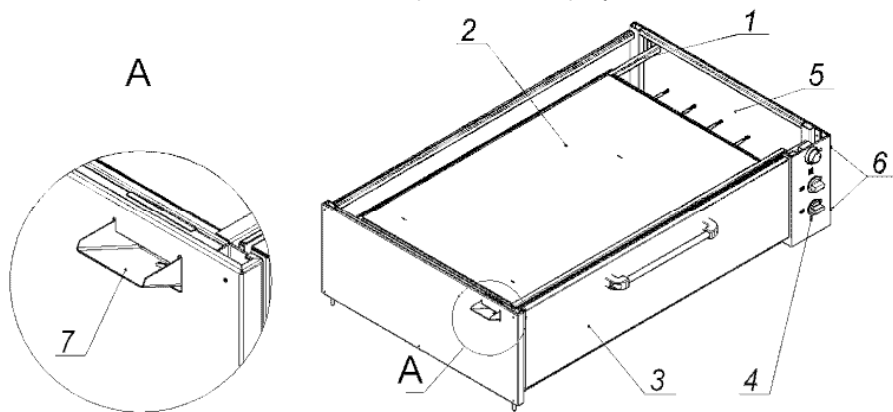
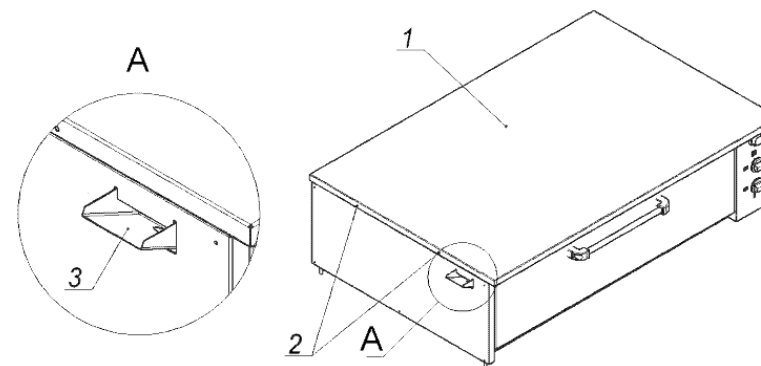

Рис.2
Рис.3
4.1 Шкаф жарочно-пекарский, секционный, электрический типа ЭШП состоит из одинаковых секций, устанавливаемых друг на друга. Нижняя секция устанавливается на раму. Каждая следующая секция устанавливается на предыдущую. Верхняя секция, (рис.3), накрыта крышкой.
- Снять панель управления (см. рис.2);
1. Снять панель управления (см. рис.2).
внутри камеры, на задней стенке, установлен испаритель воды, который можно снять для очистки. Для заливки воды в испаритель используется желоб (рис.2, поз.7 и рис.3, поз.3). Объём воды, одnorазово заливаемой в испаритель, не более 200см3.
4.5 Для обслуживания электроприборов, ТЭНов и регулирования пружинного механизма дверки, необходимо снять панель управления (рис.2, поз.4), отвернув 4 винта (рис.2, поз.6), крепящие панель к каркасу секции.
1. Не снимая панели управления и правые облицовочные панели (для подключения верхней секции – снять панель управления (см. п.2), или правую облицовочную панель (см. п.3), или крышку (рис.3, поз.1), для чего вывернуть 4 винта (рис3, поз.2)).